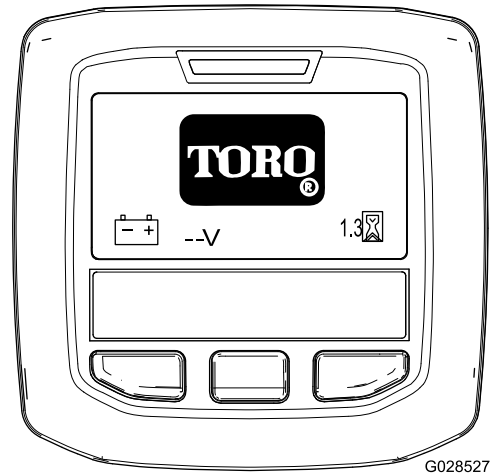

Figura 59
**Nota:** L'InfoCenter si illumina e visualizza la schermata di inizializzazione (Figura 59).